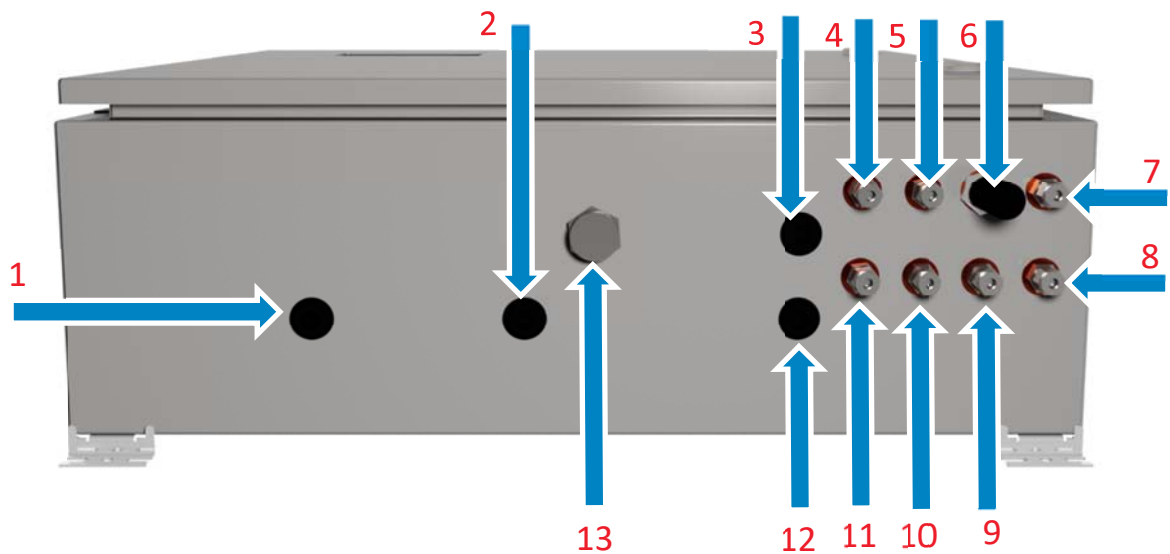

図3 - BIOGAS 3000 customer connections
- Compression fittings – found on the bulkheads on the enclosure base (see annotations 4, 5, and 7-11 on 図 3 - BIOGAS 3000 customer connections)(締付フィッティング。筐体ベースの遮断壁(バルクヘッド)上にあります。)(エラー! 参照元が見つかりません。)
筐体のベースの位置に BIOGAS 3000 に取付けられた筐体の通気口があります。(図 3 - BIOGAS 3000 customer connections の注記 13 を参照して下さい。)キャビネットの周囲を自由に空気が循環することを確認するのはユーザーの責任です。
ヘッド(隔壁)のコネクタに接続されるべきです。図 3 - BIOGAS 3000 customer connections の注記 4, 5, 10, および 11 を参照して下さい。
- ガス排出ラインは、'PROCESS RETURN' のラベルの付いたバルクヘッドのコネクタに接続されるべきです。図 3 - BIOGAS 3000 customer connections の注記 7 を参照して下さい。
- 排水ライン(drain line)は 排水('DRAIN') のラベル表記のあるバルクヘッド・コネクタに接続されるべきです。図 3 - BIOGAS 3000 customer connections の注記 8 をご参照下さい。